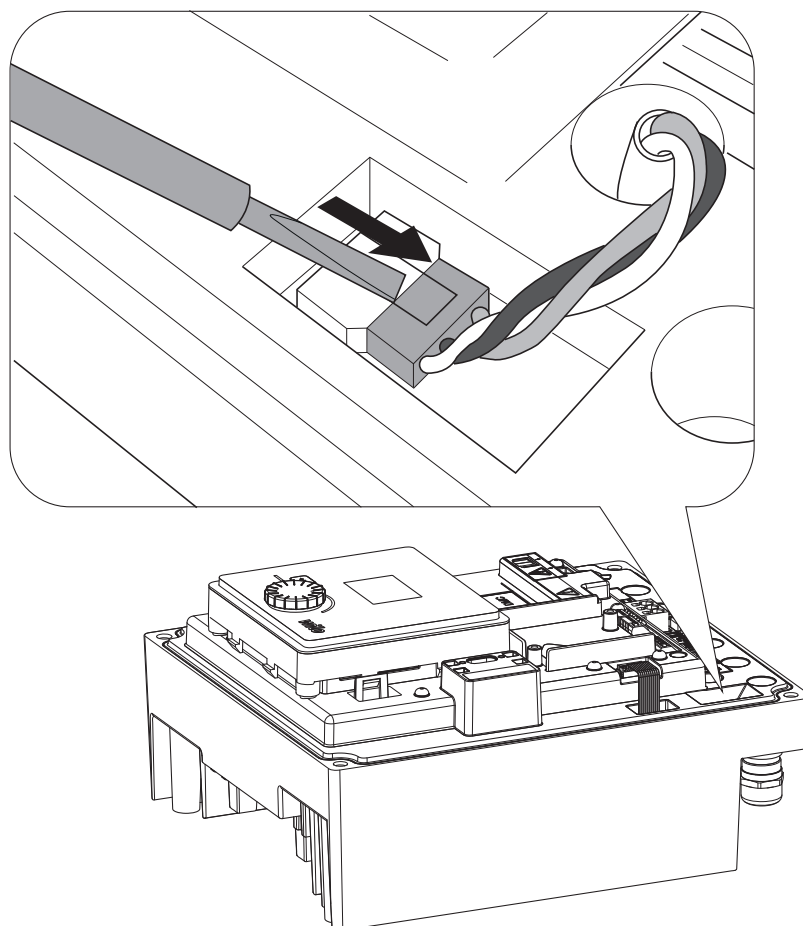

Fig. 46: Zdjąć kabel zasilający wentylatora modułu
- Odłączyć kabel zasilający wentylatora modułu. (Fig. 46).